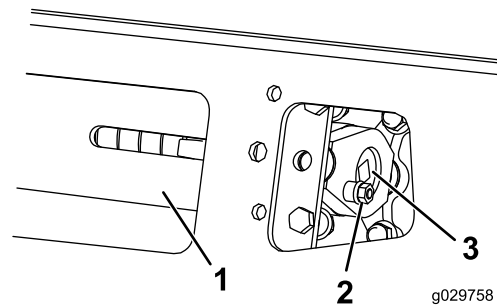

Figure 59
3. Enlevez le boulon de blocage, l'entretoise et l'écrou (Figure 59).
5. Alignez l'encoche la plus proche dans la vis de tension et le trou du boulon de blocage, et fixez la vis avec le boulon et l'écrou de blocage (Figure 59).
4. Enlevez le boulon et l'écrou de blocage (Figure 59).
5. À l'aide d'une clé à cliquet de 1/2", tournez la vis de tension dans le sens horaire pour détendre la transmission (Figure 59 et Figure 65).